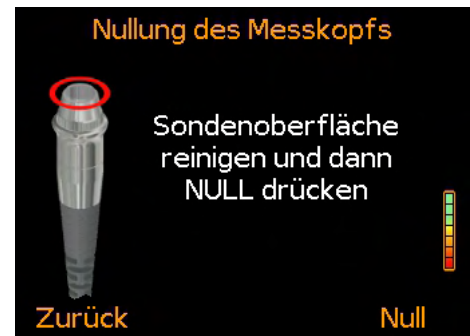

Bild 24
- 2 Halten Sie die (gereinigte) Sonde in die Luft und drücken Sie 'Null' (Bild 24).